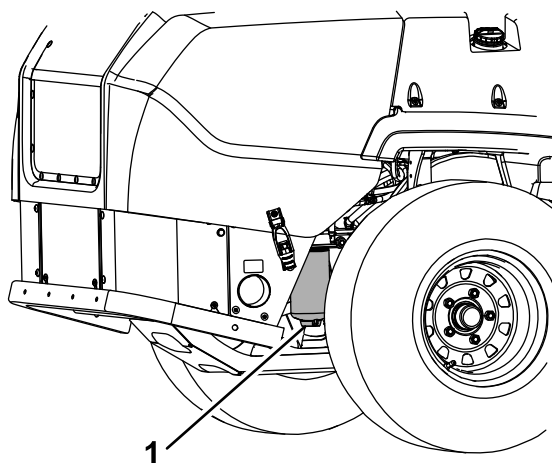

Figure 45
4. Desserrez le bouchon de vidange du séparateur d'eau d'un tour environ pour vidanger l'eau et autres contaminants (Figure 45).